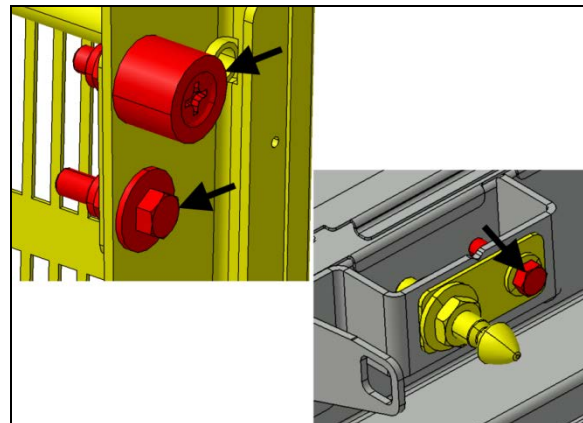

FIGURE 122:
13. Ouvrir la porte et procéder au serrage final des éléments identifiés par les flèches (Figure 122:).